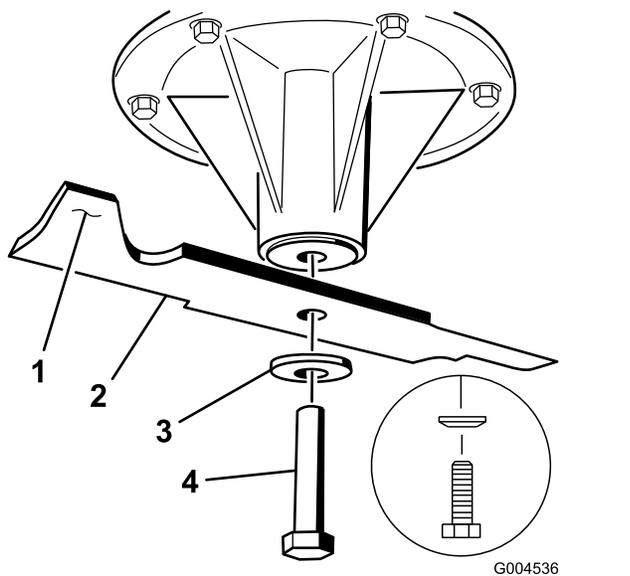

Рисунок 77
2. Установите нож на шпindel (Рисунок 77).
3. Установите изогнутую шайбу и болт ножа (Рисунок 77).
Примечание: Изогнутую шайбу необходимо установить так, чтобы ее конусная часть была обращена к головке болта (Рисунок 77).